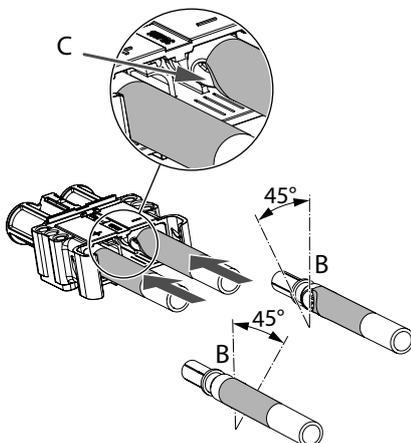

Abb. 43:
1. Den Crimpbereich (B) ca. 45° zur Senkrechten drehen (Abb. 43/B).
2. Hauptkontakte so einschieben, dass der Crimpbereich schräg nach unten zur Doseninnseite hin zeigt, so wie in (Abb. 43/C) dargestellt.